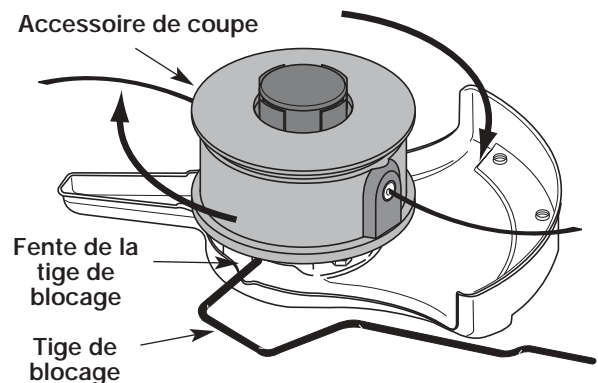

Figure 10
3. Tout en tenant la tige de blocage, retirez l'accessoire de coupe de l'arbre de sortie en le tournant à droite (Fig. 10). Rangez l'accessoire de coupe pour un usage ultérieur.